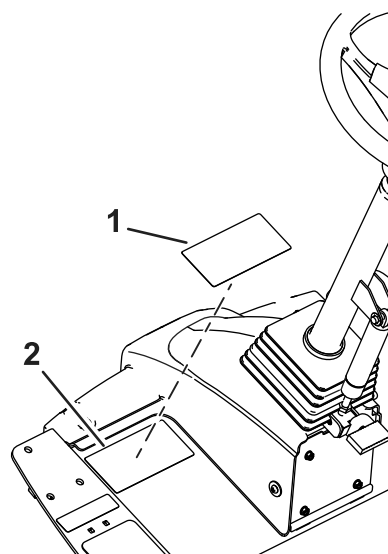

Bild 8
1. Verwenden Sie Reinigungsalkohol und einen sauberen Lappen, um die Oberfläche des Warnaufklebers zu reinigen, und lassen Sie den Aufkleber trocknen (Bild 8).